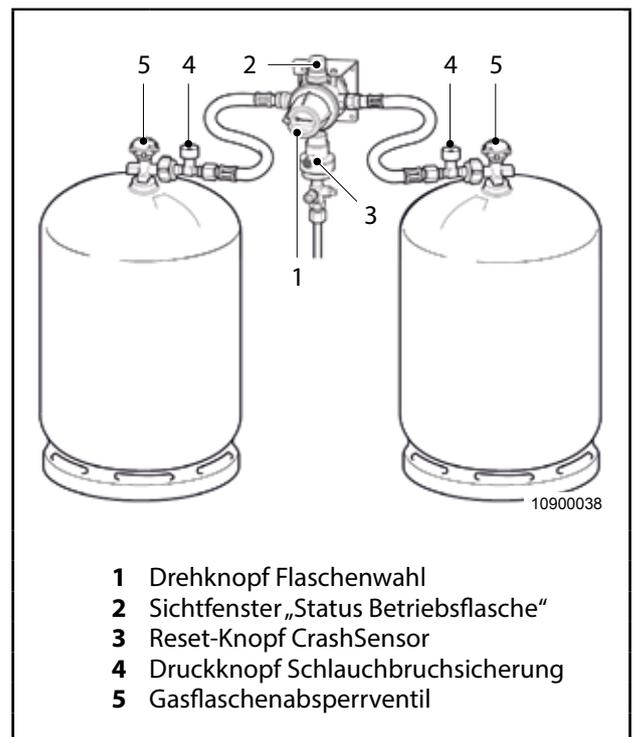
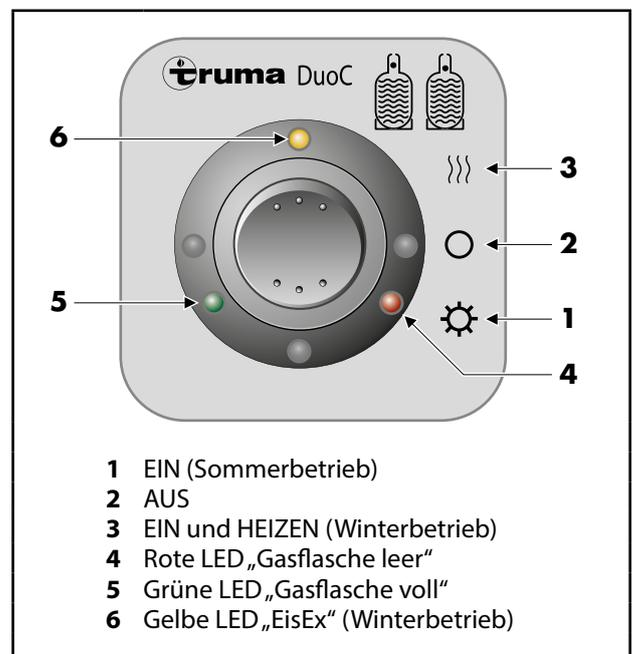

Abb. 36 Truma DuoControl CS
Abb. 37 Fernanzeige DuoC
Mittels Drehknopf Flaschenwahl (Abb. 36, Pos. 1) kann manuell bestimmt werden, welche Gasflasche die Betriebs- bzw. Reserveflasche ist.
Am Sichtfenster „Status Betriebsflasche“ (Abb. 36, Pos. 2) wird der Status der momentanen Gasentnahme angezeigt:
Die mittels Drehknopf Flaschenwahl (Abb. 36, Pos. 1) festgelegte Betriebsflasche wird zuerst entleert. Ist die Betriebsflasche leer, leuchtet bei eingeschalteter Fernanzeige die rote Kontrolllampe (Abb. 37, Pos. 4) auf und signalisiert die leere Betriebsflasche.
Das Gasdruck-Regelanlage schaltet automatisch auf die Reserveflasche um. Bei eingeschalteter Fernanzeige DuoC (Sonderzubehör) erlischt die rote Kontrolllampe (Abb. 37, Pos. 4) und es leuchtet die grüne Kontrolllampe (Abb. 37, Pos. 5) auf und signalisiert die volle Reserveflasche.
1. Gasflaschenabsperrentil (Abb. 36, Pos. 5) öffnen.
2. Grüne Taste Schlauchbruchsicherung (Abb. 36, Pos. 4) kräftig drücken.
3. Ggf. – z. B. nach Neueinbau oder versehentlichem Gegenschlagen der Gasflasche an die MonoControl CS – zur Rücksetzung des CrashSensor-Auslöseelements den grünen Resetknopf (Abb. 36, Pos. 3) drücken.
1. Drehknopf Flaschenwahl (Abb. 36, Pos. 1) um 180° in Stellung Reserveflasche drehen und Ventil der leeren Gasflasche schließen. Statusanzeige auf Fernanzeige (Sonderzubehör) wechselt auf grün (Abb. 37, Pos. 5).
4. Ventil der vollen Gasflasche öffnen und Druckknopf Schlauchbruchsicherung (Abb. 36, Pos. 4) drücken. Statusanzeige auf Fernanzeige (Sonderzubehör) bleibt auf grün (Abb. 37, Pos. 5).
5. Nach dem Anschluss, den Drehknopf Flaschenwahl (Abb. 36, Pos. 1) kurzzeitig auf die volle Gasflasche zurückdrehen, um die Gasanlage mit laufenden Verbrauchsgeräten zu entlüften.
Schalter in Stellung EIN (Sommerbetrieb) » ☀ « (Abb. 37, Pos. 1) stellen. Die beiden Leuchtdioden (4 bzw. 5) zeigen den Zustand der Betriebsflasche an:
Grüne LED (Abb. 37, Pos. 5) = Gasflasche voll leuchtet
Rote LED (Abb. 37, Pos. 4) = Gasflasche leer leuchtet
Zum Ausschalten den Schalter in Stellung AUS » ○ « (Abb. 37, Pos. 2) stellen.
1. Schalter in Stellung EIN und HEIZEN (Winterbetrieb) »|||« (Abb. 37, Pos. 3) stellen. Zusätzlich zur Statusanzeige der Betriebsflasche wird das Umschaltventil beheizt und dieses mit der gelben LED EisEx (Winterbetrieb) (Abb. 37, Pos. 6) angezeigt.
2. Zum Ausschalten den Schalter in Stellung AUS »○« (Abb. 37, Pos. 2) stellen.